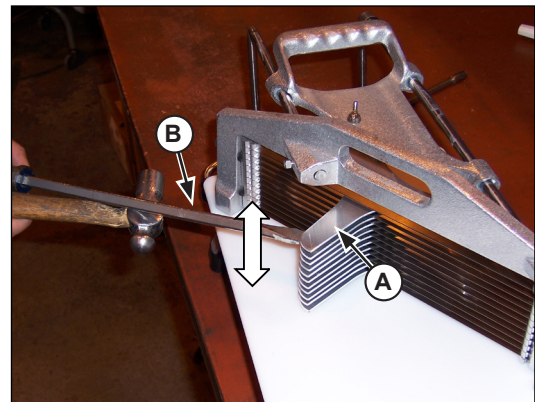

Figure 1. Ajustement de la tête de poussée entre les lames
1. Insérez avec précaution un tournevis (B) entre les fentes dans la tête de poussée (A). Tapotez doucement sur le tournevis (B) (vers le haut ou le bas) pour faire passer les doigts de la tête de poussée facilement à travers les lames. Voir la figure 1.